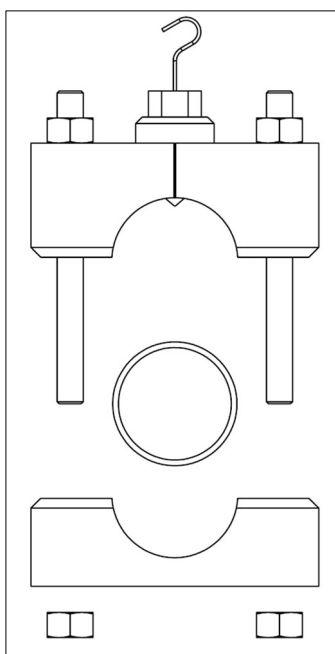

Figura 2
2. Retire las tuercas de la parte inferior de la abrazadera "PLIDCO Smith+Clamp" y coloque la abrazadera "PLIDCO Smith+Clamp" sin apretarla para poder ensamblarla alrededor de la tubería, como se muestra en la Figura 2.